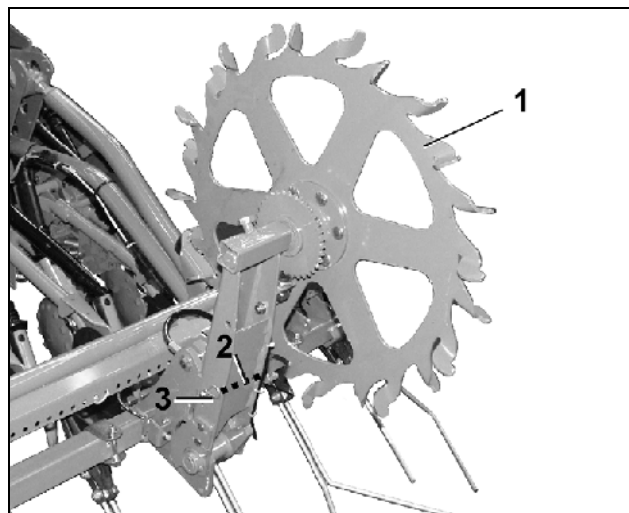

Fig. 113
- Løft sporehjulet kort for hånd (Fig. 113/1), løsne fjærstiften (Fig. 113/3), trekk ut bolten (Fig. 113/2) og senk ned sporehjulet.